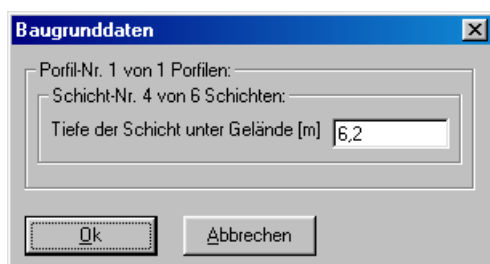

Bild 37 Menü "Tiefe der Schicht unter Gelände"
- Mit Doppelklick in: *Tiefe einer Schicht* wird das Menü des Bild 37 aufgerufen